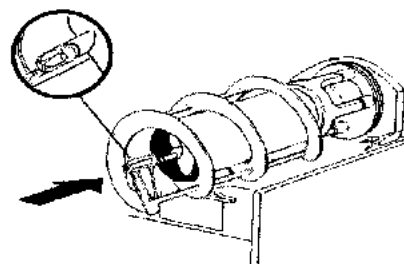

рис. 16
- 6-Установите внешнюю спираль. Наденьте ее на испаритель так, чтобы совместились ее передняя канавка и выступающий конец оси винта (см. рис. 16).